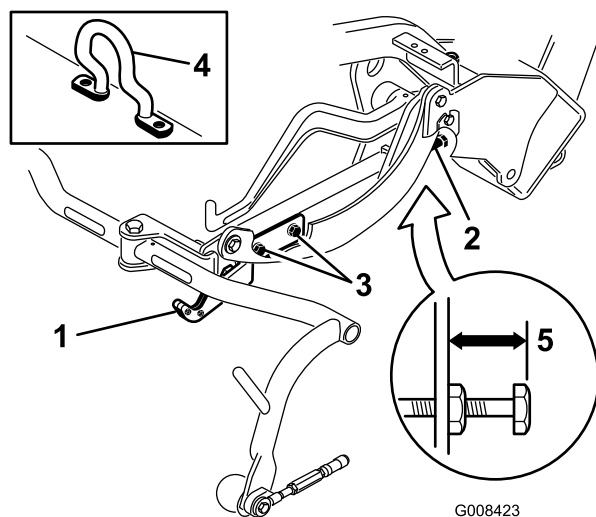
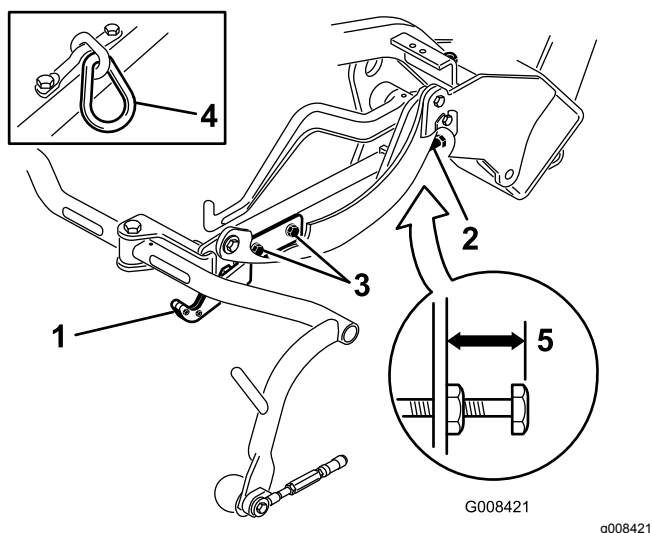
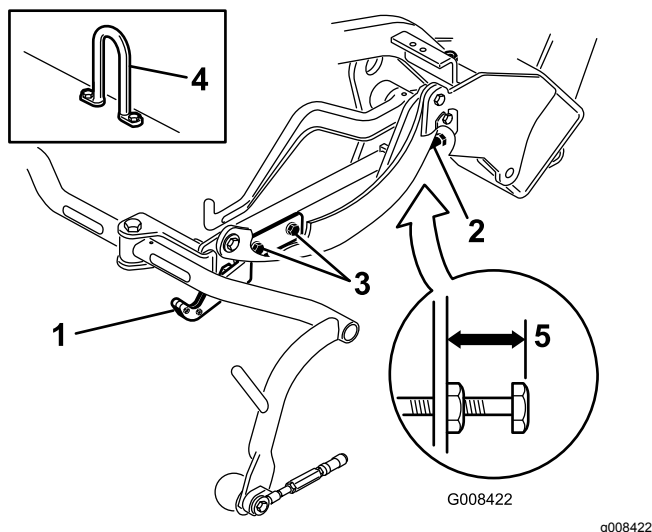

図 13
図 14
図 15
移動走行時の高さを調べ 図 14と図 15、必要に応じて調整する。
2. オフセット吊り下げフック 図 13、挿入図のついているカッティングユニットでは、キャリアフレーム調整ねじの上端からキャリアフレームの背面までの距離が 25 mm になっていることを確認する。距離が 25 mm でない場合には手順 へ進む。4
3. チェーンリンクまたはストレートリフトフック 図 14と図 15、挿入図のついているカッティングユニットでは、キャリアフレーム調整ねじの上端からキャリアフレームの背面までの距離が 22 mm になっていることを確認する。距離が 22 mm でない場合には手順4 へ進む。オフセットリフトリンク 図 13のついているカッティングユニットの場合は、次のステップに進む。
4. 移動走行プレート取り付けねじをゆるめる図 14 と図 15 と図 13。
7. キャリアフレームの高さが同じでない場合には、キャリアフレーム調整ねじについてのジャムナットをゆるめる図 13 と図 14 と図 15。高くするにはねじを外方向にまわし、低くするには内方向にまわす。調整ができればジャムナットを締めて調整を固定する。